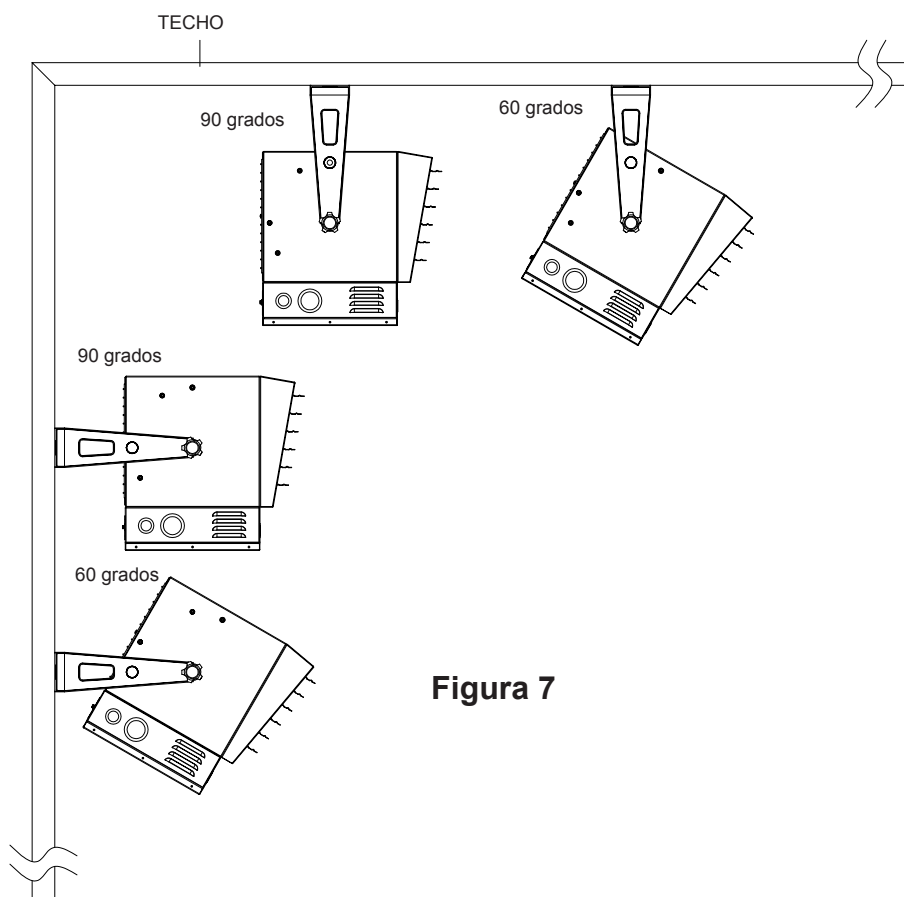

Figura 7
5. Si es necesario ajustar el ángulo de instalación, consulte previamente la figura 7 de la página 24 para confirmar el rango de ángulo permitido y garantizar un espacio de funcionamiento suficiente.
5. El calefactor puede montarse con diferentes ángulos que aparecen en la figura 7 siempre que mantenga el espacio adecuado que aparece en la página 21.
1. Para ajustar el ángulo de inclinación vertical, primero sostenga bien el calefactor (para evitar que se caiga cuando se aflojan los tornillos de perilla), luego retire el tornillo superior de perilla y afloje el tornillo inferior. (No retire completamente el tornillo inferior de perilla; afloje solo hasta que sea posible girar la unidad. Véase la figura 5a.) Gire el calefactor lentamente hasta el ángulo deseado. Véase la figura 7 para la configuración específica del ángulo. Luego inserte el tornillo superior de perilla en el orificio de montaje seleccionado y apriete los tornillos de perilla.